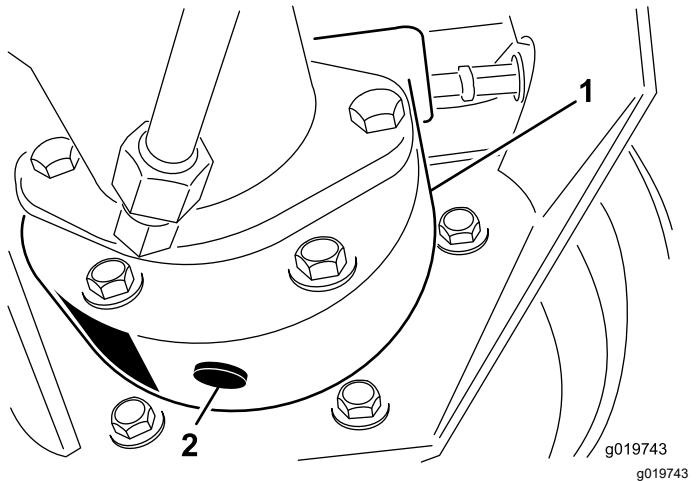

図 68
- ブレーキハウジングの下に容器を置き、プラグを外してオイルを抜く図 68。